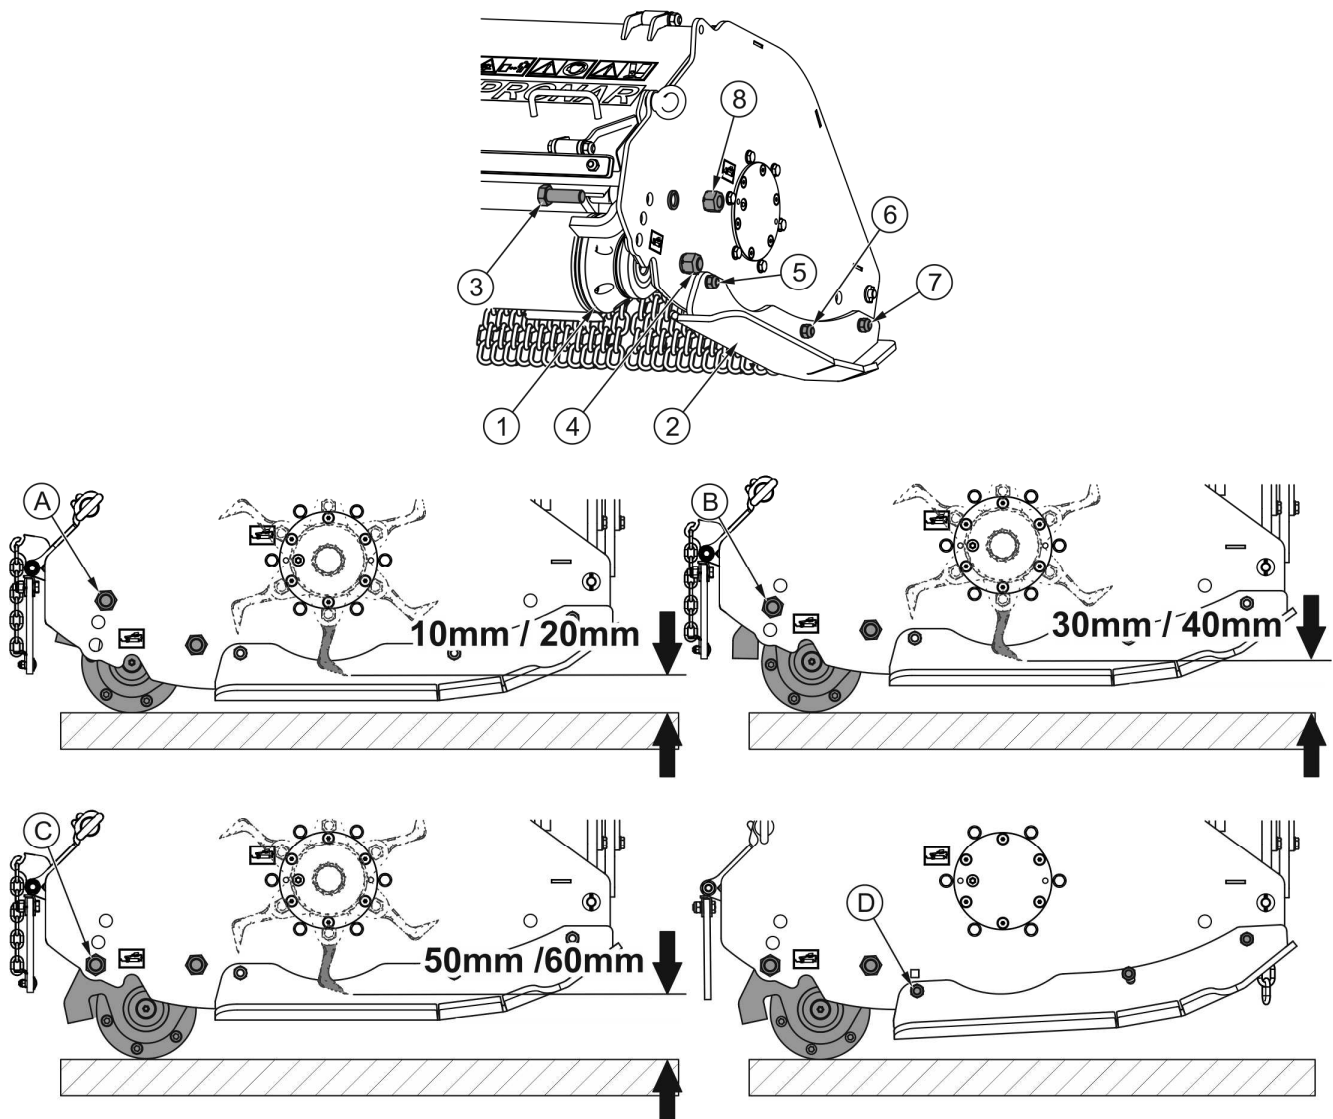

РИСУНОК 4.6 Регулировка высоты кошения
- опустить косилку так, чтобы режущий аппарат свободно лег на землю, опираясь на копирующий вал. Скользун не должны касаться поверхности основания, а режущий аппарат в целом должен располагаться параллельно основанию (РИСУНОК 4.6).
- ослабить гайки (4) на болтах с двух сторон копирующего вала (1), на которых будем вращать копирующий вал (РИСУНОК 4.6),
- отвинтить гайки (8) и вынуть установочные болты (3) с обеих сторон копирующего вала,
- вставить установочные болты (3) в соответствующие отверстия и завинтить гайки (8),
- затянуть гайки (4) болта, на котором вращался вал, с обеих сторон.
- ослабить гайки (6) и (7) на болтах крепления скользящего вала,
- отвинтить гайку и вынуть установочный болт (5) скользящего вала,
- повернуть скользящий вал таким образом, чтобы отверстие в скользящем вале совпало с нижним отверстием сбоку корпуса косилки (D) (РИСУНОК 4.6),
- вставить установочный болт (5) в совпавшие отверстия и завинтить гайку,
- затянуть гайки (6) и (7) на болтах крепления скользящего вала,